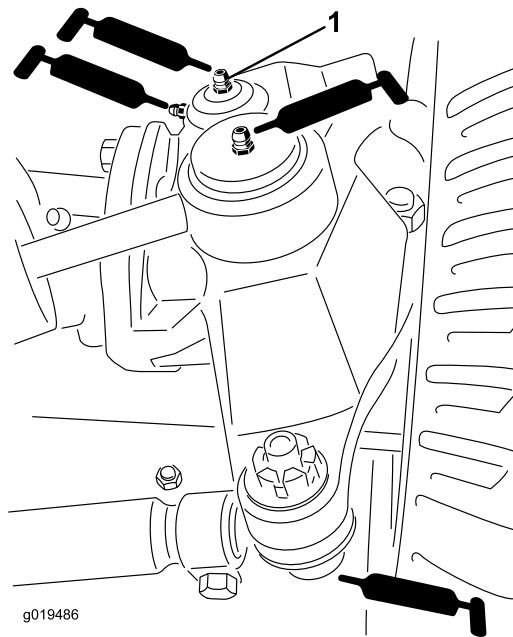

Рисунок 36
- Втулки поворотных шкворней (2 шт.) (Рисунок 36) – верхнюю масленку на поворотном шкворне следует смазывать только раз в год (2 качания смазочного шприца).
- Тяги заднего моста (2 шт.) (Рисунок 36)
- Шаровые опоры гидроцилиндра рулевого управления (2 шт.) (Рисунок 36)